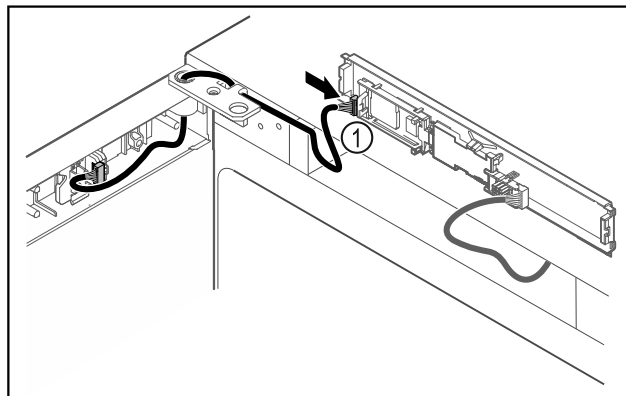

Fig. 46
- ▶ Natakните utikač Fig. 46 [1] na tiskanu pločicu.